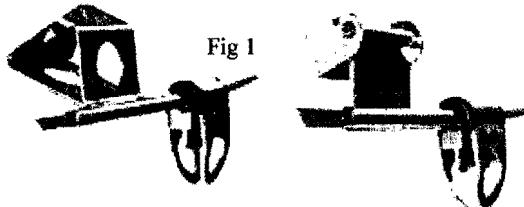

Fig 1
- 1/ Orientar el carrito de tal manera que pase correctamente los soportes intermedios (móviles o fijos) del cable (Fig: 1)